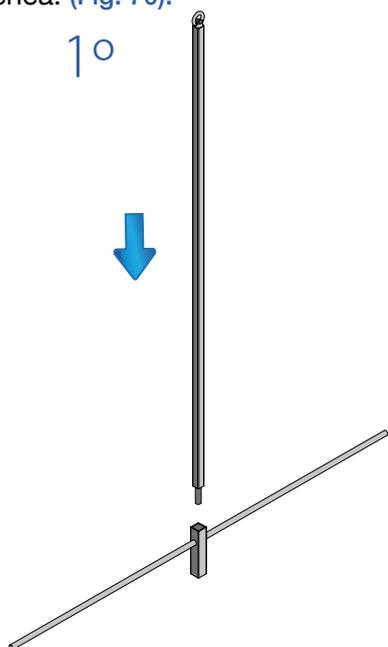

Fig. 69. Montaje de guía telescópica
1. Deslizar la pieza de cuadradillo que lleva un cáncamo soldado a través del cuadradillo corto de la otra pieza que tiene una varilla soldada a cada lado. (Fig. 69).